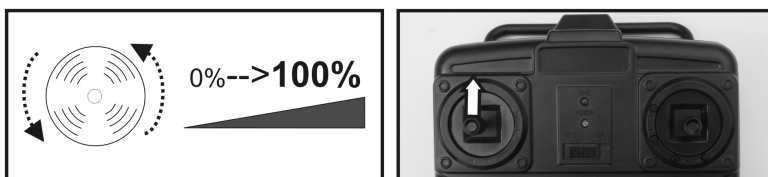

Figura 9
- Spostare lentamente lo stick di controllo del motore dalla posizione più in basso alla posizione più in alto (figura 9). L'elica inizia a girare accelerando sempre di più in base alla posizione dello stick di controllo.